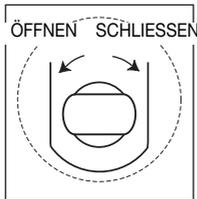

Abb. 2 – Ablassventil
4. Drehen Sie mithilfe des rechteckigen Endes des Pumpengriffs die Spindel des Überdruckventils entgegen dem Uhrzeigersinn, um das Ventil zu öffnen (nicht mehr als zwei Umdrehungen). Siehe Abb. 2.